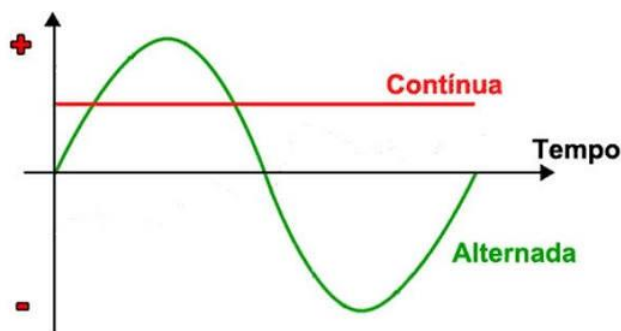

Figura 07 – Corrente Contínua e Alternada
**Alternada** – É o tipo de corrente fornecida por usinas hidrelétricas, cuja intensidade e sentido variam periodicamente, usada em residências, figura 07.
**Contínua** – É aquela que mantém seu sentido constante, como, por exemplo, as correntes estabelecidas por baterias de carros e pilhas, figura 07.